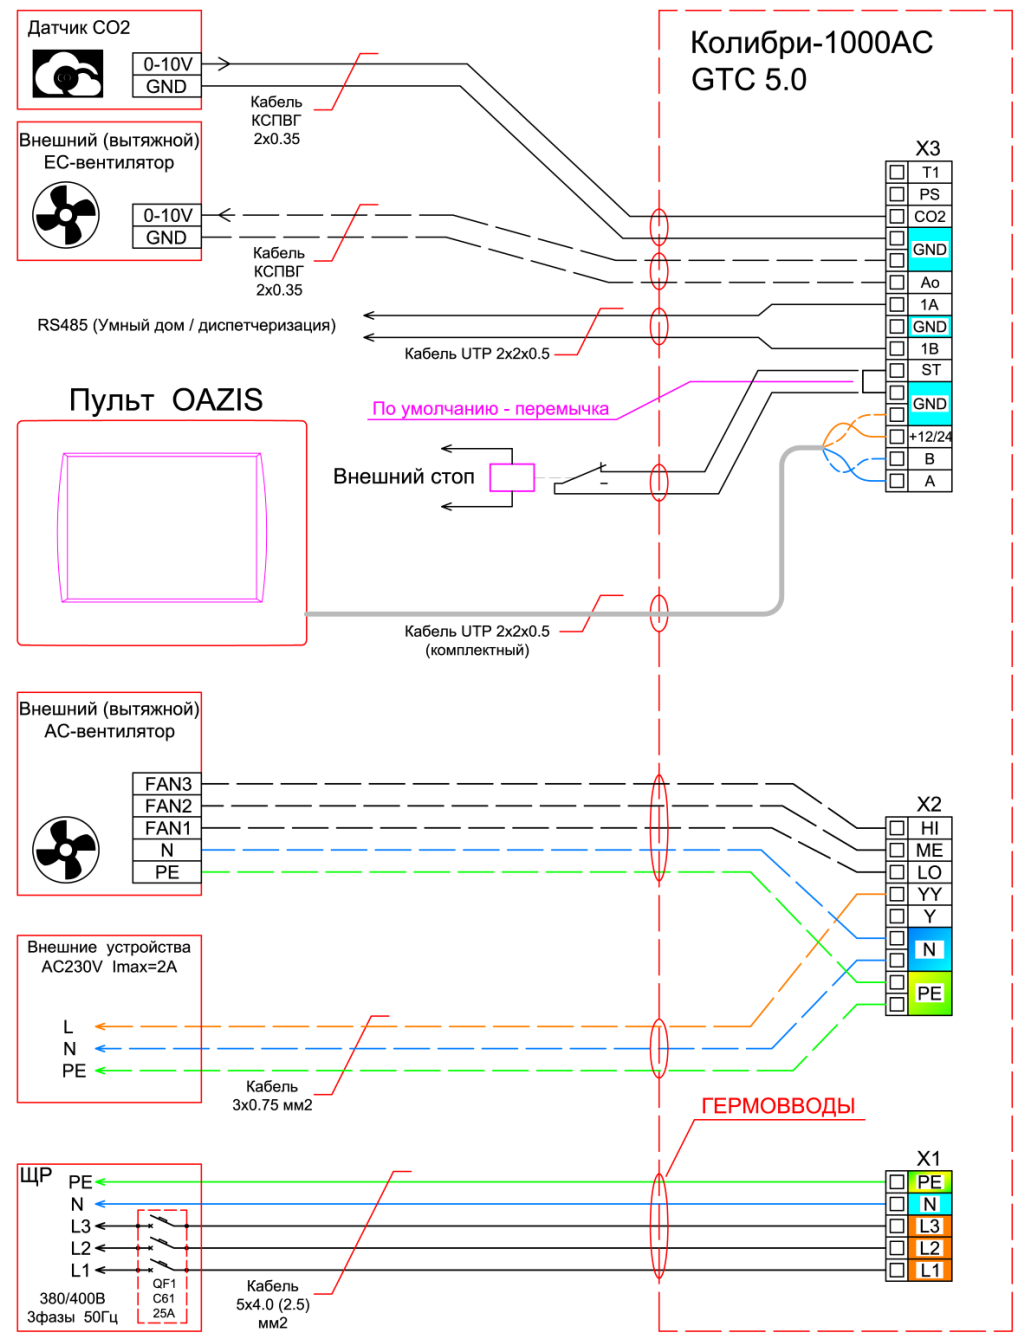

Рис. 4
Подключение К-1000АС производится в соответствие со схемами (См. Рис. 4 и Рис. 5), «пропуская» кабели через установленные в корпусе гермовводы (11).